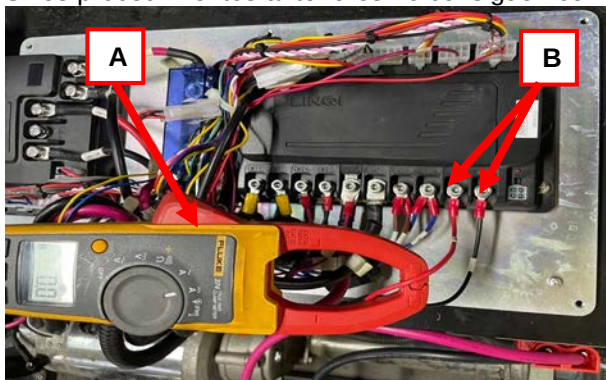

Figura 60
1. Aplique la pinza amperimétrica (A, Figura 60) a uno de los cables del motor del agitador del filtro (B, Figura 60).